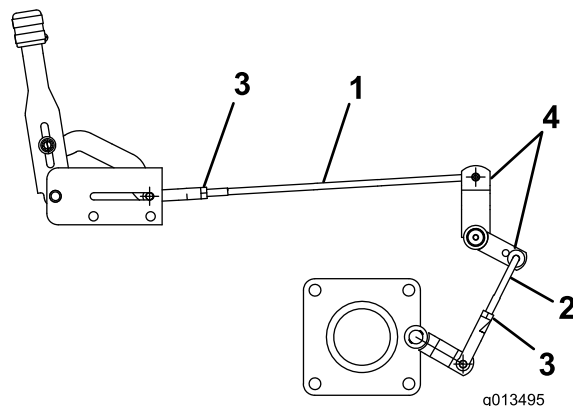

Figura 26
2. Liberte a porca de bloqueio da barra do accionador (Figura 26). Retire o contrapino que prende a barra do accionador rodando-o. Aumente ou diminua a barra do accionador rodando-o. Instale a barra do accionador utilizando um novo contrapino e prenda a porca de bloqueio.